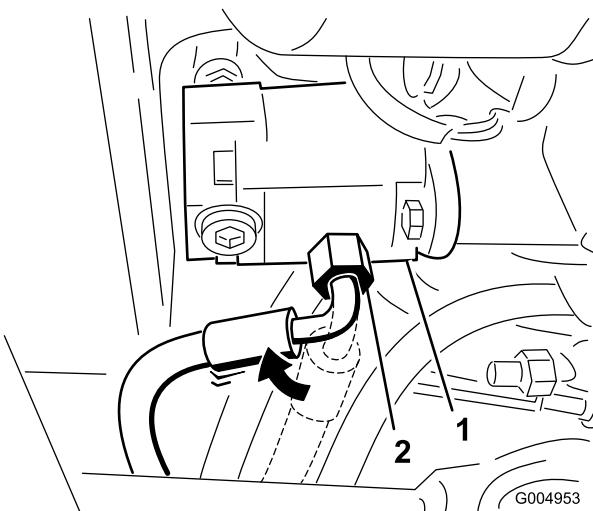

Bild 43
- Lockern Sie das Anschlussstück des Druckschlauchs an der Pumpe und drehen das Anschlussstück um 45 Grad in Richtung der Vorderseite der Maschine (Bild 43).
Hinweis: Bild 43 zeigt Ansicht von der Unterseite der Zugmaschine aus.